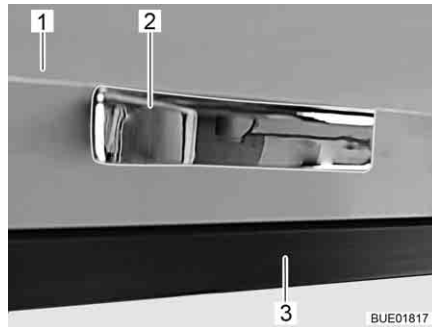

Fig. 81 Trampa de mueble con desbloqueo por presión
- Presionar la trampa de mueble (Fig. 81,1) en el tirador (Fig. 81,2) contra el cuerpo del armario (Fig. 81,3). La trampa de mueble está desbloqueada.